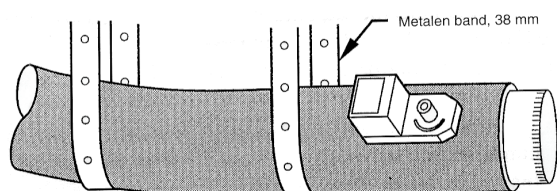

Fig. 6 - Geïsoleerd rond flexibel kanaal
4. Isoleer de klep met 38 tot 50 mm dik isolatiemateriaal (volg de plaatselijke voorschriften). Zie fig. 6.